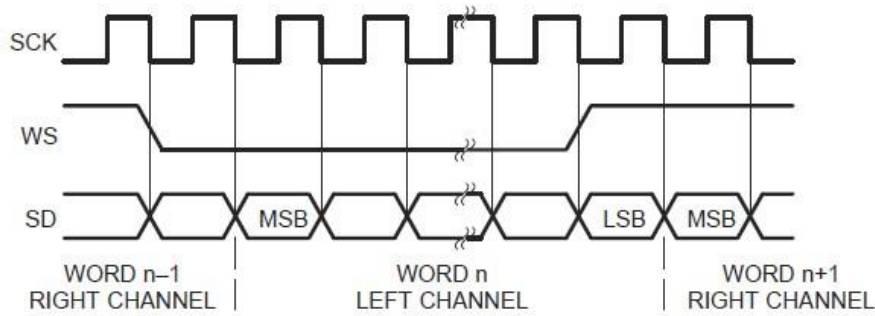

图 25-1 I2S 传输协议
I2S 发送器和接收器的操作时序如图 25-1 所示。发送器和接收器的传输操作时序要求都是在信道选择信号 (WS) 改变之后的第二个位时钟开始传输下一帧数据，数据先传 MSB 位，再传输 LSB 位。发送器和接收器能处理的字位宽可以不一致，若发送器所需发送的数据的位宽比系统所支持的数据位宽要短，则 LSB 补零发送，反之，则忽略部分 LSB 数据；同理，对接收器而言，当接收到的数据的位宽比自己能处理的位宽小时，则 LSB 补零接收，反之，则忽略接收部分 LSB 数据。所以，对收发数据而言，MSB 是具有固定的，而 LSB 则要取决于要收发的数据的字长已经系统所配置的字长位宽。